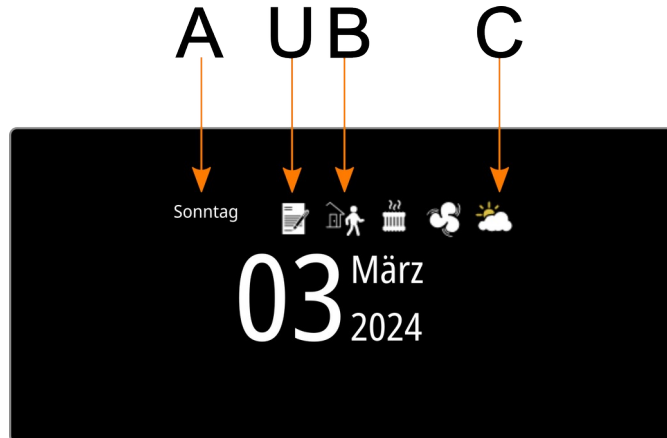

Abbildung 22: Premium-Display Icons und Infotext
Wie in Abbildung 22 zeigt, ist in der Mitte (B) der Betriebsmodus des Reglers dargestellt. Dane-